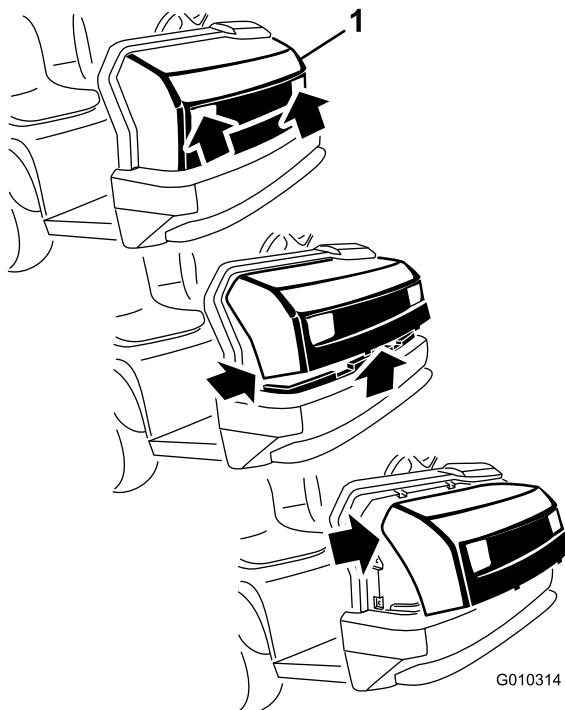

図 39
1. ヘッドライトの開口部でフードをつかみ、フードを持ち上げて、下側の取り付けタブをフレームの穴から外す図 39。
2. フードの下側を手前に持ち上げてから下に引っ張り、上側の取り付けタブをフレームの穴から外す図 39。
3. フードの上側を手前に倒し、ヘッドライトからワイヤコネクタを抜く図 39。